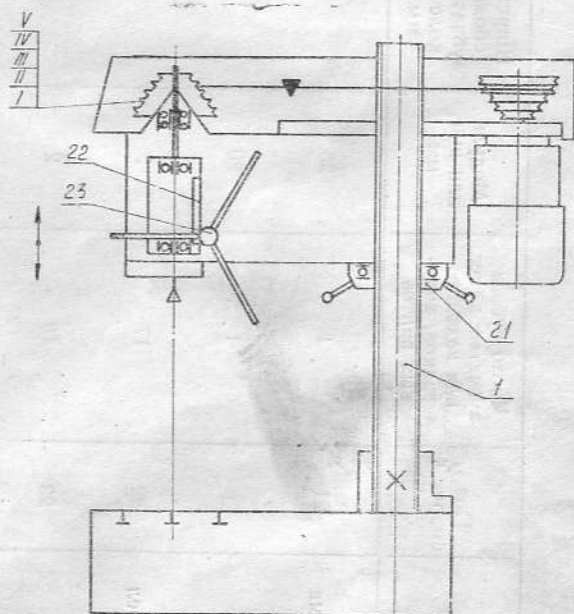

Рис. 4. Схема кинематическая
1. 3. 4. Схема кинематическая (рис. 4).
Ввиду простоты кинематической цепи главного движения порядок передачи вращения от электродвигателя на шпиндель ясен из рис. 4.